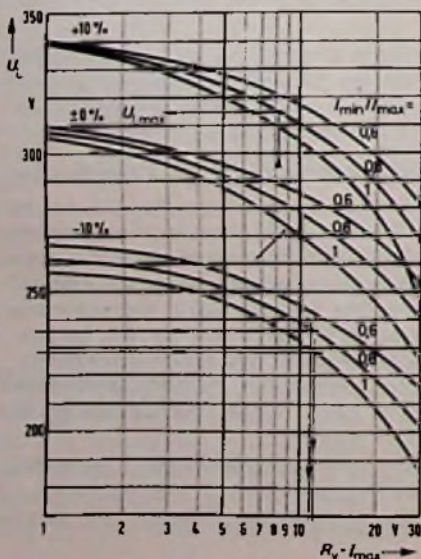
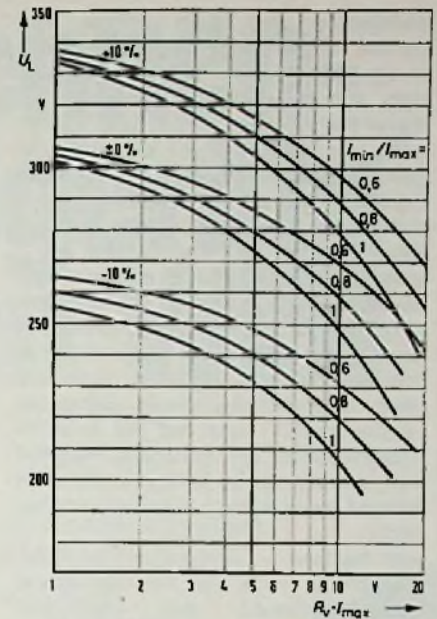

Bild 4. Ladespannung als Funktion von  $R_v \cdot I_{max}$  für Graetzgleichrichtung
Bild 5. Ladespannung als Funktion von  $R_V \cdot I_{\max}$  für Einweggleichrichtung
Zur Ermittlung des Schutzwiderstandes dienen die Diagramme in Bild 4 für Graetz- und in Bild 5 für Einweggleichrichtung. Diese Diagramme zeigen die in Schaltungen gemessene Abhängigkeit der Ladespannung von dem auf den maximalen rechnerischen Laststrom bezogenen Vorwiderstand. Die unteren Kurven geben die im brummbedingten Minimum und die oberen Kurven die im brummbedingten Maximum vorhandene Ladespannung bei 10 % Netzunter- und 10 % Netzüberspannung an. Die mittleren Kurven entsprechen der Ladegleichspannung bei Nennspannung. Außerdem beziehen sich die unteren Kurven auf einen Ladecondensator mit einer Kapazitätsabweichung von -50 %, die mittleren Kurven auf den nach Gl. (1) oder Gl. (2) berechneten Kapazitätsnennwert und die oberen Kurven auf eine Kapazitätsabweichung von +100 %. Damit sind alle toleranzbedingten Einflüsse enthalten. Streng genommen müßten auch noch die alterungsbedingten Änderungen berücksichtigt werden. Darauf wurde jedoch verzichtet, um nicht die Anforderungen an den Längstransistor im Netzteil unnötig zu verschärfen. Schließlich kommt es selten vor, daß ein neuer Ladecondensator gerade die untere Toleranzgrenze aufweist. Aber in diesem Falle wird lediglich die Zeit verkürzt, nach der die vorgegebenen Regelgrenzen unterschritten werden. Bevor man den Widerstand  $R_v$  berechnet, ist die bei Netzunterspannung minimal benötigte Ladespannung  $U_{Lmin}$  bzw.  $U_{LminK}$  (für formatkorrigierte Ausgangsspannung) zu ermitteln. Diese erhält man durch Addition von Ausgangsspannung, der minimalen Restspannung am Längstransistor und des Spannungsabfalls am „Kontrollwiderstand“. Es ist im voraus nicht zu erkennen, von welcher der beiden Ausgangsspannungen  $U_o$  oder  $U_{OK}$  man auszugehen hat, deshalb muß man beide Spannungen berechnen. Unter Berücksichtigung der Toleranz des Vorwiderstandes  $R_v$  und des geringen ohmschen Netzwerstandes, kann dann aus den Diagrammen der Vorwiderstand und die zum Berechnen des Shunts erforderliche maximale Ladespannung  $U_{Lmax}$  ermittelt werden.
Aus der Kurve in Bild 4 für Graetzgleichrichtung ergibt sich der kleinere Wert  $R_v \cdot I_{max}$  für  $U_{Lmin}$  bei  $I_{min}/I_{max} = 217/275 mA \approx 0,8$  zu  $11 \Omega A$ , was einem Widerstandswert von  $11/I_{max} = 11/0,275 = 40 \Omega$  entspricht. Abzüglich einem Widerstand in der Netzleitung von  $1 \Omega$  und bei Berücksichtigung einer Toleranz von  $\pm 10\%$  ergibt sich daraus  $R_v \approx 0,9 (40 \Omega - 1 \Omega) \approx 35,1 \Omega$
Aus den mittleren Kurven in Bild 4 läßt sich  $U_{Lmittel}$  (Pfeil) für  $I_{min}/I_{max} = 1$  zu etwa 270 V ablesen. Damit ist
Ladespannung etwa 250 V (nach Bild 4); „kontrollierte Zwischenspannung“ 30 V; Schutzwiderstand in der Zeilenendstufe 100  $\Omega$ ; Kontrollwiderstand etwa 15  $\Omega$ ;